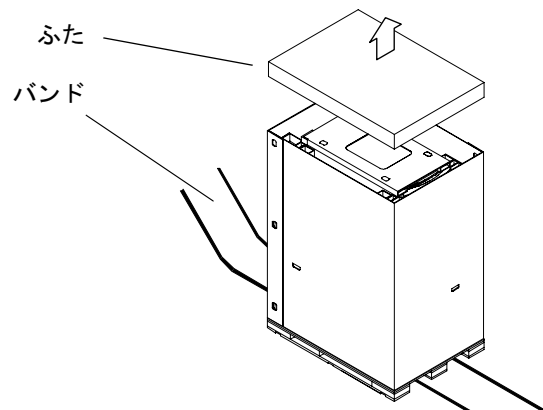

図 3-1 Sun Fire キャビネットの開梱 — 手順 1
1. 出荷用梱包箱のバンドおよびふたを取り外します (図 3-1)。